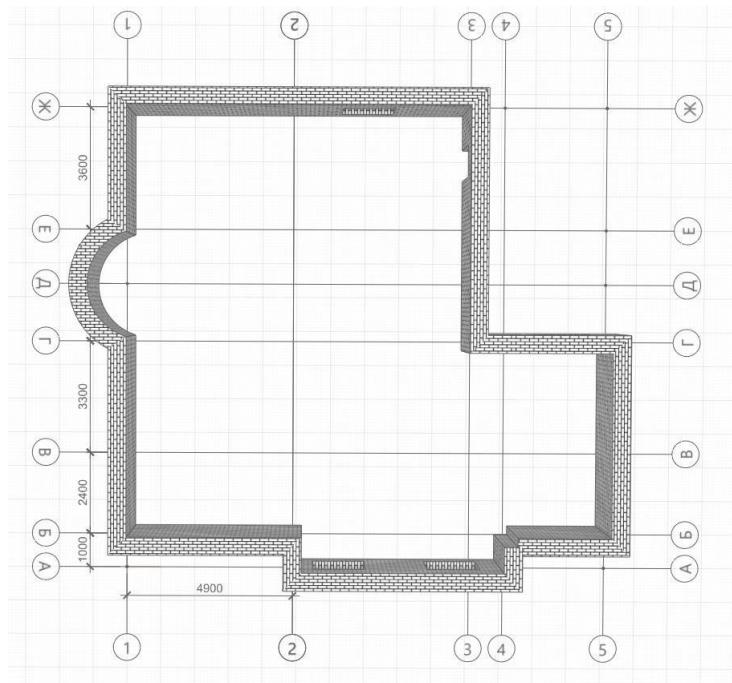

Рис. 23 Построение дуговой стены
4. Построим дуговую стену. Выберем новый способ построения **Дуга по трем точкам** . Укажем первую точку стены на пересечении осей 1 и Г, укажем вторую точку на пересечении осей 1 и середины оси Д и третью - на пересечении осей 1 и Е (рис. 23)